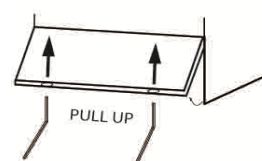

Abb. 8
- 5- Entnehmen Sie die Frontplatte mithilfe eines Innensechskantschlüssels oder Ähnlichem, indem Sie es in die entsprechenden Öffnungen einführen und die Platte nach außen ziehen. Bei Durchschub-Modellen, schrauben Sie die Schrauben an der Unterseite der Platte ab. (Abb. 8)
Die Einstellung der Dosiereinrichtung erfolgt mithilfe der Schraube, die nach Demontage der Frontplatte unter der Beckentür zugänglich ist. (siehe Abb. 8)
Die Einstellung der Dosiereinrichtung erfolgt mithilfe der Schraube, die nach Demontage der Frontplatte unter der Beckentür zugänglich ist (siehe Abb. 8)